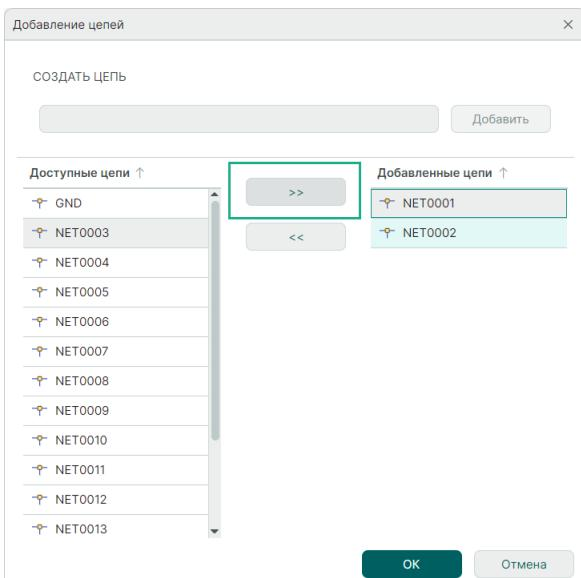

Рис. 168 Выбор цепей для шины из списка размещенных цепей
4. Выберите из списка доступных цепей, размещенных на схеме, те цепи, которые необходимо «добавить» в шину. Список размещенных на схеме цепей отображается в левом столбце. Для выбора цепи нажмите кнопку  «Добавить цепь», см. Рис. 168.